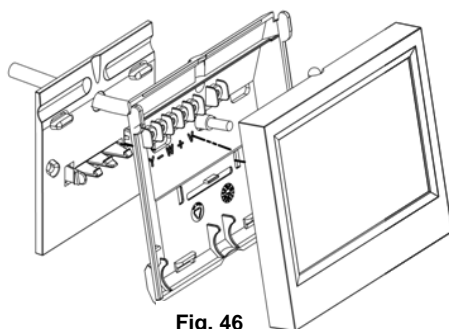
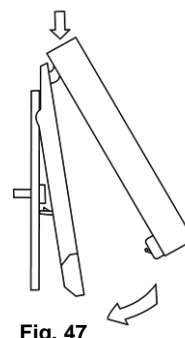

Fig. 46
Fig. 47
El interfaz Supermaestro está disponible para montaje en superficie (S) (Fig. 46) o montaje empotrado en pared (E) (Fig. 47).
- Una vez realizado la conexión, coloque el display sobre la parte trasera (Fig. 47).